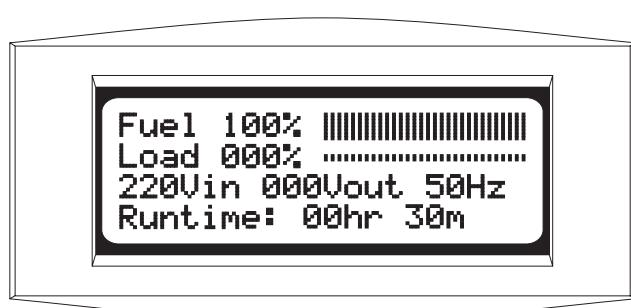

Рис. 4-11 Стартовое меню
- 6. С помощью панели индикации PowerView прочтите и запишите индицируемое входное напряжение со стартового экрана. ("220Vin" на рис. 4-11 показывает, что входное напряжение равно 220 В)
- 8. Установите служебный шунтовой выключатель в положение "on" (вкл.). Комплекс силовой защиты перейдет в ручной шунтовой режим, и теперь должно быть подано напряжение на выходные присоединительные клеммы. Будет светиться светодиод шунтового режима на панели индикации PowerView и на ней появится одно или несколько сообщений. Игнорируйте эти сообщения путем нажатия трассировочной клавиши ESC на панели индикации PowerView до тех пор, пока вновь не появится стартовое меню. Смотри рис. 4-11. Прочтите и запишите выходное напряжение, индицируемое на панели индикации PowerView ("000Vout" на рис. 4-11 означает, что выходное напряжение равно 000 В). Примечание. Индицируемое выходное напряжение должно быть равно приблизительно 220 В, 230 В или 240 В, в зависимости от конфигурации системы.